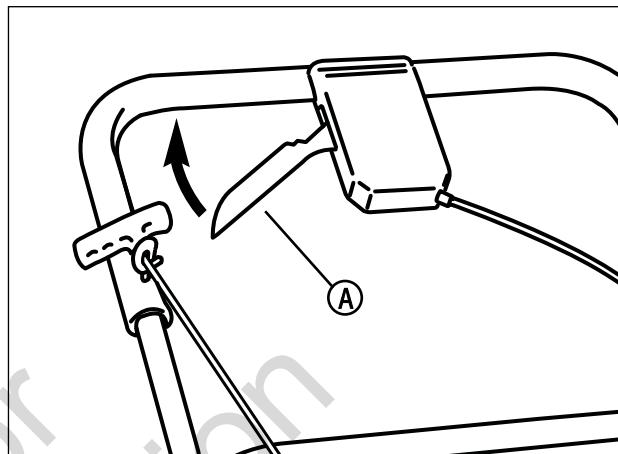

Figura 12: Operación del sistema de tracción de las ruedas delanteras
2. Tire de la palanca de tracción (**A**, Figura 12) completamente hacia atrás. El sistema de transmisión está ahora acoplado.